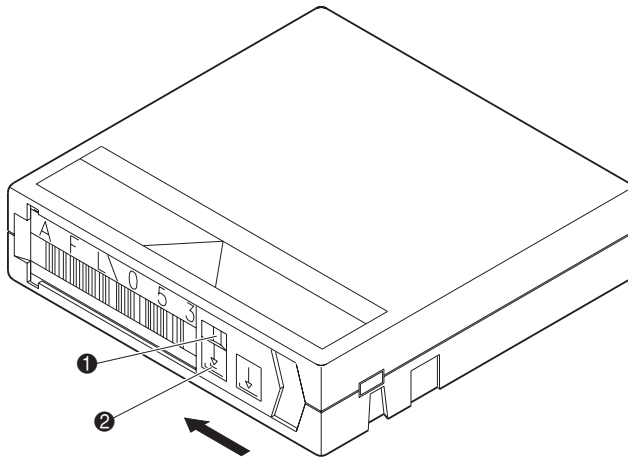

Figura 2-8: Cartucce a nastro DLT con protezione dalla scrittura
Per proteggere la cartuccia a nastro dalla scrittura, spostare la linguetta a sinistra (❷ Figura 2-8). Per consentire la scrittura sulla cartuccia, lasciare la linguetta nella posizione iniziale (a destra). Quando la cartuccia è protetta da scrittura, la spia arancione sopra la linguetta si accende (❶ Figura 2-8).